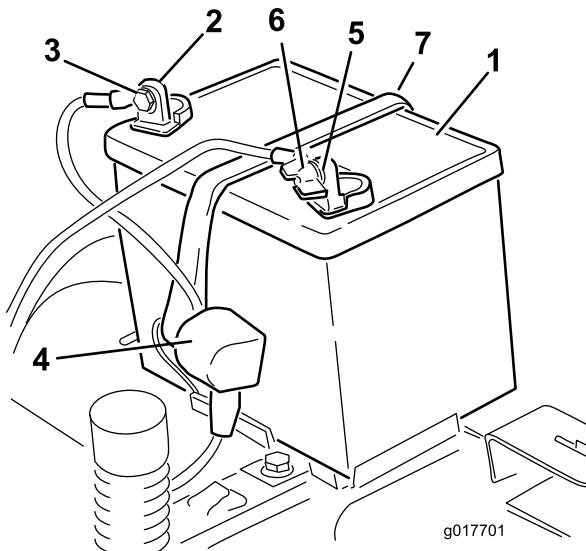

Figura 39
5. Deslice hacia arriba la cubierta de goma del cable positivo (rojo). Desconecte el cable positivo (rojo) del borne de la batería (Figura 39). Guarde todos los herrajes.
6. Retire la correa de sujeción de la batería (Figura 39) y levante la batería para retirarla de su bandeja.
4. Desconecte el cable negativo de tierra (negro) del borne de la batería (Figura 39). Guarde todos los herrajes.
1. Coloque la batería en la bandeja (Figura 39).
5. Fije la batería con la correa de sujeción (Figura 39).